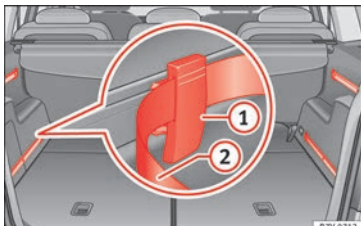

Abb. 168 Im Gepäckraum: System mit Schienen, verschiebbaren Fixierelementen ① und verstellbarem Spannbänder ②.
- Fixierelement mit den Rillen nach oben » **Abb. 168** ① von oben in die Schiene einsetzen und unten andrücken.